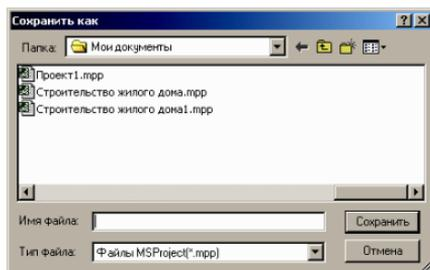

Рис. 6.1. Диалоговое окно «Сохранить как».
2. В открывшемся стандартном окне «*Сохранить как*» (рис. 6.1) задайте наименование и расширение \*.mpp для сохраняемого файла.